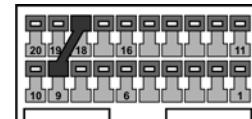

Рис.6 Разъём иммобилайзера
4.8 Убедитесь, что при отсутствии иммобилайзера существует перемычка между 9 и 18 клеммами разъёма иммобилайзера. Если перемычка отсутствует, установите её (см. **Рис.6**).